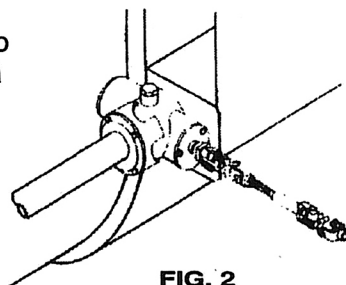

FIG. 2
2.1 - O acoplamento ao trator é feito pelo cabeçalho (fig. 1) à barra de tração do trator e pelo cardã à tomada de força do mesmo (fig. 2).